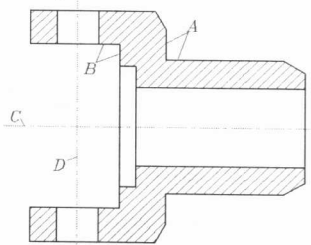

图1-2
2. 利用【图层】工具栏上的【图层控制】下拉列表中的选项，将线框 A 修改到轮廓线层上，结果如图 1-2 所示。
3. 利用【标准】工具栏上的特性匹配按钮 ，将线框 B 修改到轮廓线层上，结果如图 1-2 所示。
4. 利用【对象特性】工具栏上的【线型控制】下拉列表中的选项，将线段 *C* 和 *D* 改为中心线，再利用【颜色控制】下拉列表中的选项，将线段 *C* 和 *D* 的颜色改为红色，结果如图 1-2 所示。
5. 利用【对象特性】工具栏上的【线宽控制】下拉列表中的选项，将线框 *A* 和 *B* 的线宽修改为 0.70，结果如图 1-2 所示。